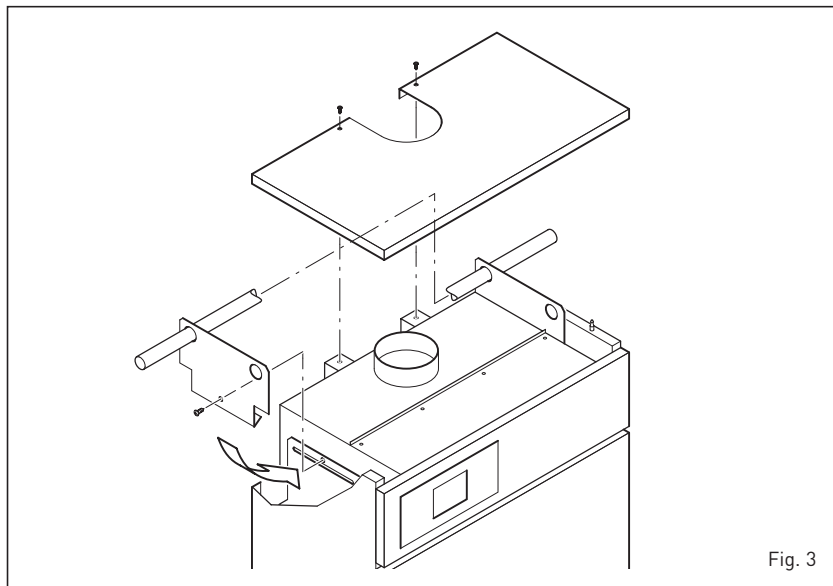

Fig. 3
2.1 SALA CALDERA (fig. 3)
Una vez posicionada la caldera en el local adecuado y sacado el embalaje, el manejo se realiza pocediendo como sigue (fig. 3):